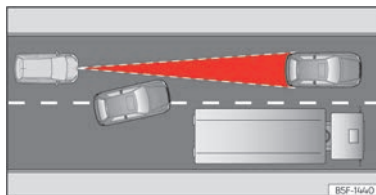

Abb. 141 Fahrspurwechsel eines anderen Fahrzeugs.
- Fahrzeuge, die in geringem Abstand auf die eigene Fahrspur wechseln »» (Abb. 141).